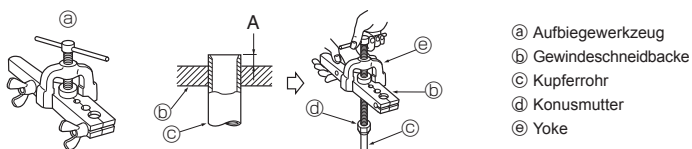

Fig. 5-5
5.2.4. Aufbiegungsarbeiten (Fig. 5-5)